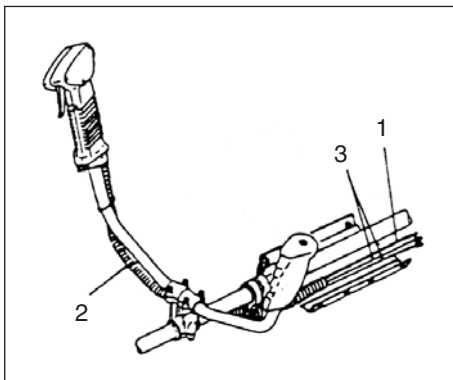

Fig. 1-3
Stik stopledning (3) og gaskabel (1) gennem beskyttelsesrør (2). Tag så underlaget af kroge og vikl de beskyttede stopledninger og gaskabel (1) ind i det (Fig. 1-3)